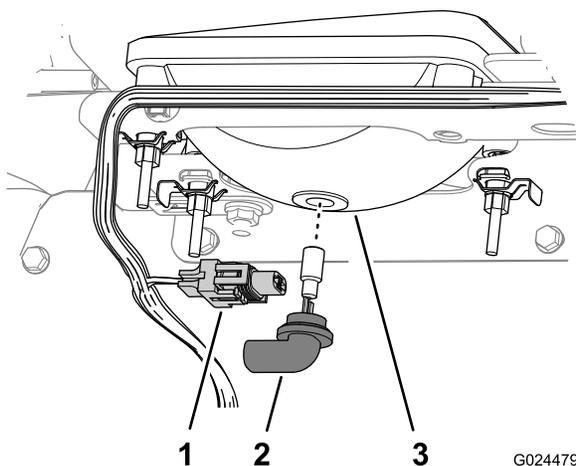

Figura 50
3. Desligue o conector elétrico para a cablagem do conector do conjunto da lâmpada, na parte de trás do compartimento do farol (Figura 50).
4. Rode o conjunto da lâmpada 1/4 de volta para a esquerda e mova-o para trás, para fora do compartimento do farol (Figura 50).
5. Insira o novo conjunto da lâmpada e compartimento do farol e alinhe as linguetas no conjunto da lâmpada com as ranhuras no compartimento do farol (Figura 50).
6. Fixe o conjunto da lâmpada rodando-o 1/4 de volta para a direita (Figura 50).
7. Ligue o conector elétrico para a cablagem ao conector do novo conjunto da lâmpada (Figura 50).